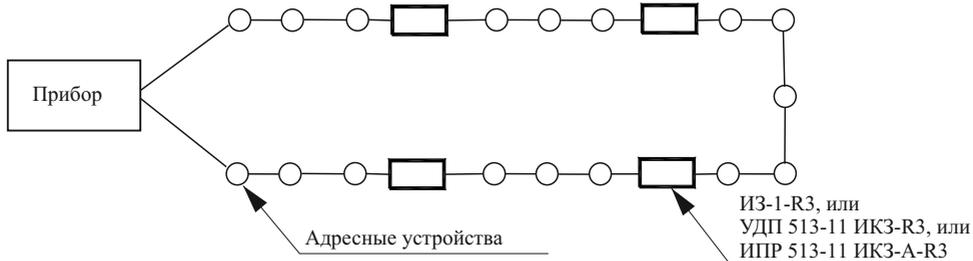

Рисунок 2
- разрывать кольцевую АЛС (рисунок 2) между двумя местами установки изоляторов (как изоляторов в УДП, так и самостоятельных устройств – изоляторов шлейфа ИЗ-1-Р3). Это локализует сегмент АЛС между сработавшими изоляторами и оставляет работоспособными остальные сегменты АЛС;